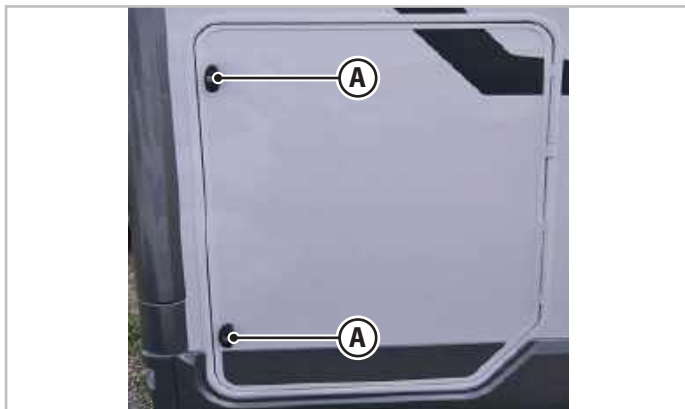

Fig.5.3 - Serrures du compartiment garage
- Avant de prendre la route, vérifier que le compartiment garage est fermé en verrouillant toutes les serrures (A - Fig.5.3) présentes. Une simple pression sur la porte n'assure pas son verrouillage.
Le compartiment garage est muni d'une ou de deux serrures (A - Fig.5.3).